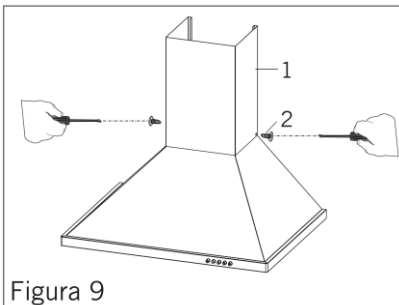

Figura 9
- Coloque el conjunto entre el cuerpo principal de la campana y el techo, fije la parte inferior de la chimenea mediante los tornillos **2** (3,5 x 9,5 mm), ver figura 9.